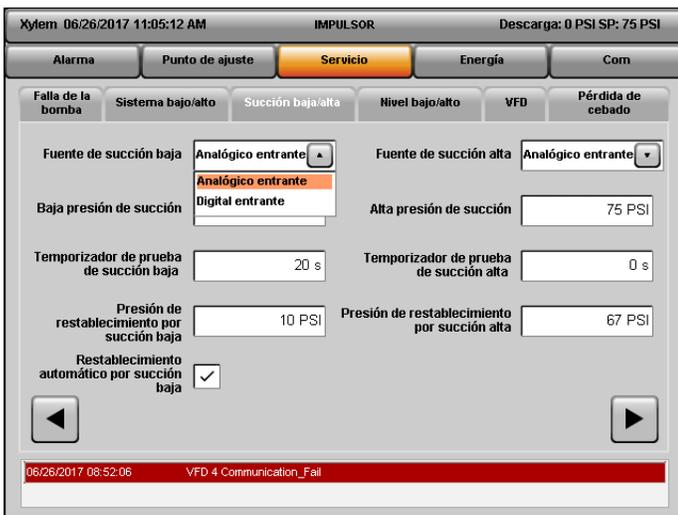

Figura 5.5.19: Alarma de baja/alta succión configurada como entrada digital
1. **Baja succión:** la entrada digital se puede configurar para el funcionamiento de un interruptor opcional de baja succión tal como se muestra en la Figura 5.5.18. Asimismo, se debe seleccionar la fuente de baja succión como entrada digital en la sección [Low/High Suction] (Alta/baja succión) en [Alarm Setup] (Configuración de alarma) a fin de activar la protección de baja succión conforme al interruptor de baja succión, como se muestra en la Figura 5.5.19. La alarma de baja succión será detectada con la señal alta activa.
2. **Alta succión:** la entrada digital se puede configurar para el funcionamiento de un interruptor opcional de alta succión tal como se muestra en la Figura 5.5.18. Asimismo, se debe seleccionar la fuente de alta succión como entrada digital en la sección [Low/High Suction] (Alta/baja succión) en [Alarm Setup] (Configuración de alarma) a fin de activar la protección de alta succión conforme al interruptor de alta succión, como se muestra en la Figura 5.5.19. La alarma de alta succión será detectada con la señal alta activa.